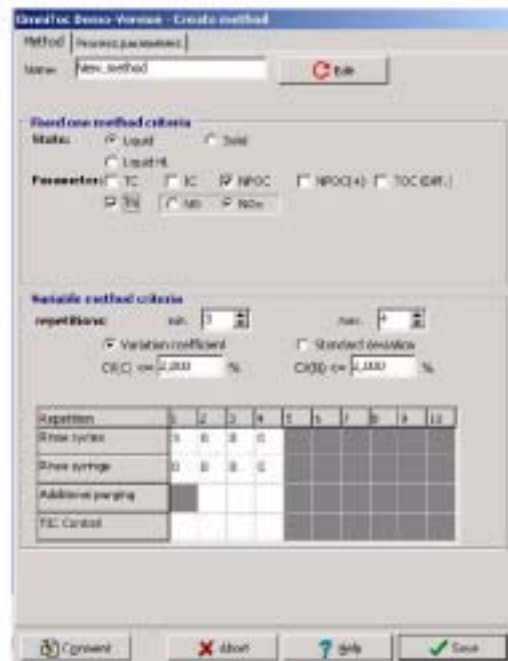

图34 Create Method（创建方法）窗口——Method（方法）选项卡
5. 在Method（方法）选项卡下（图34），输入新方法的名称。